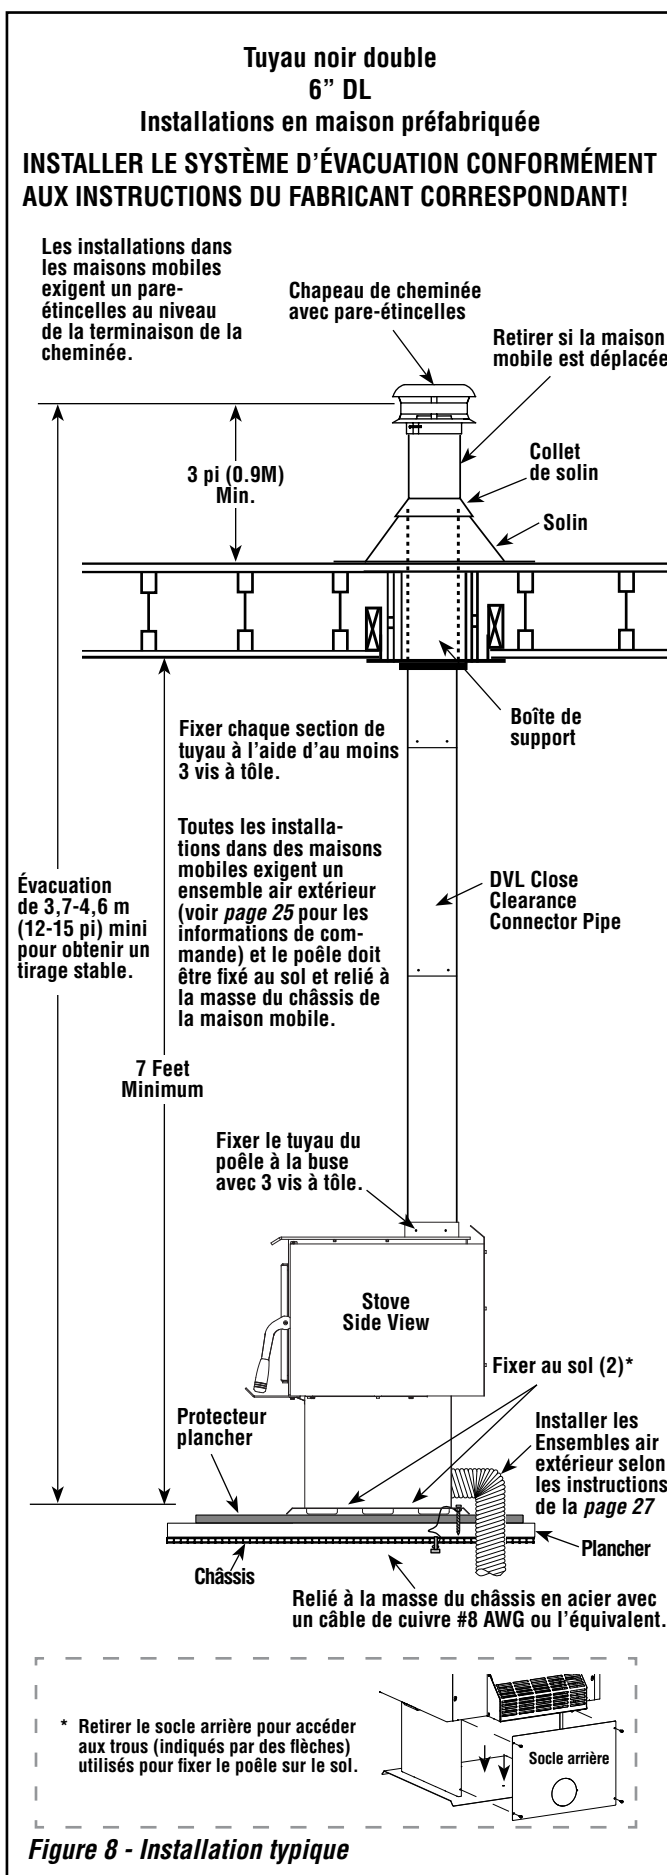

Figure 8 - Installation typique
Installations en maison préfabriquée (voir figure 8)
1. **(Installations en maison préfabriquée)** Fixer le poêle au sol en suivant les instructions de la **figure 8** à la **page 10**.